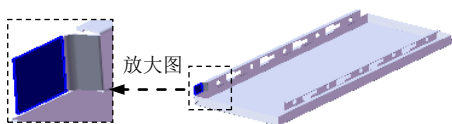
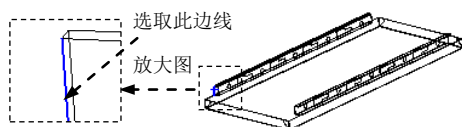

图 17.6.41 创建边线一法兰特征 16
图 17.6.42 定义特征的边线
Step20. 创建图 17.6.41 所示的边线一法兰 16。。选择下拉菜单 **插入(I)** → **钣金(H)** → **边线法兰(E)...** 命令；选取图 17.6.42 所示的模型边线为生成的边线法兰的边线；取消选中 **法兰参数(P)** 区域中 ☐ **使用默认半径(R)** 复选框，在 文本框中输入折弯半径值 3.0；在